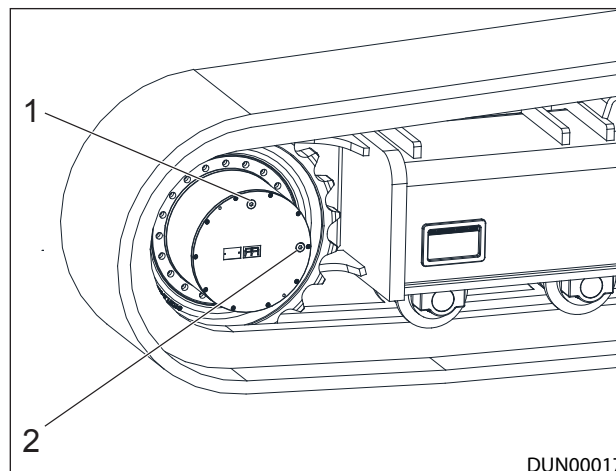

Figure 9.17 - Vulpositie van het oliepeil in de versnellingsbak
1. Zet de machine op een horizontaal oppervlak en breng de olieafvoergaten in de positie zoals weergegeven op afb. 9.17.